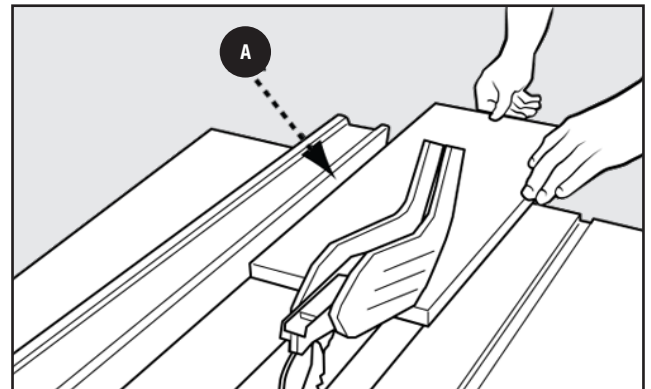

FIGURA 46
9. Sujete la pieza de trabajo horizontalmente sobre la mesa y contra la guía **A**. La pieza de trabajo **DEBE** tener un borde recto contra la guía y **NO DEBE** estar deforme, torcida ni doblada. Puede observar la posición correcta de las manos en la Figura 46.